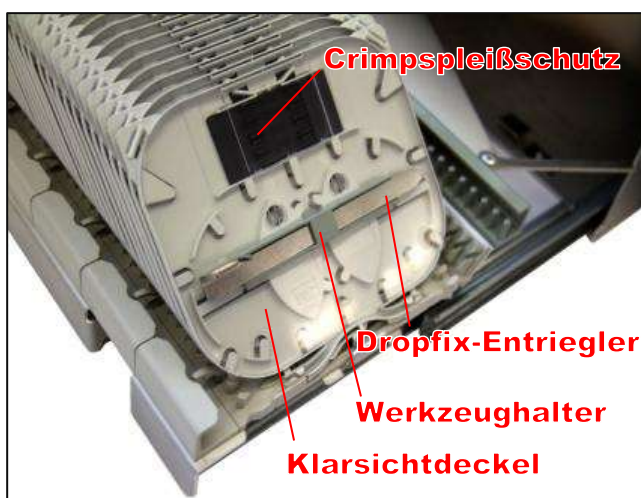

Abb. 11
- 1 x Klarsichtdeckel (siehe Abb. 11)
- **Erste EMK auf Steckplatz 7 mit der Crimpspleißablage nach rechts einsetzen (kein Werkzeug nötig) (Abb.11).**
- Befestigungsbohrung für Werkzeughalter (siehe Abb. 11)